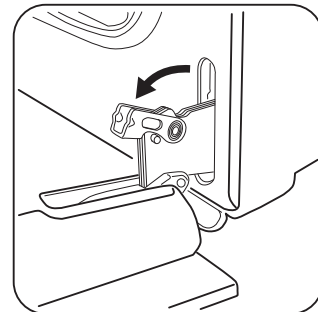

Figure 31: Verrous de charnière de porte
2. Levez et faites pivoter/abaissez complètement les leviers situés sur les deux verrous de charnière de porte du cadre du four vers la porte du four (Figure 31). Vous pourriez avoir besoin d'un petit tournevis à tête plate.
4. Levez et faites pivoter/poussez les verrous des charnières de porte vers le haut et dans le cadre du four jusqu'à ce qu'ils soient en position verrouillée (Figure 31).